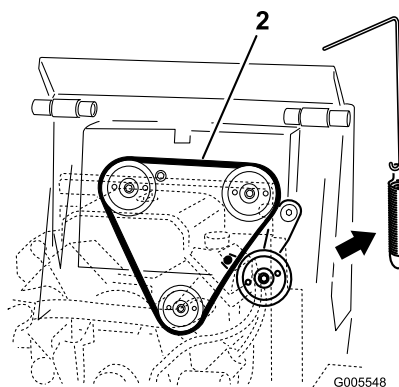

Figura 48
4. Rimuovere la molla della puleggia tendicinghia dal gruppo puleggia tendicinghia (Figura 48).
6. Montare una nuova cinghia di trasmissione attorno alle tre pulegge (Figura 48).